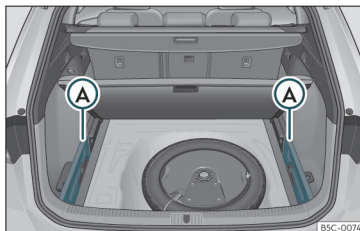

Abb. 111 Im Gepäckraum: Aufnahme zum Verstauen der aufrollbaren Abdeckung.
- Entfernen Sie die Abdeckungen links und rechts»» Abb. 111 ①.